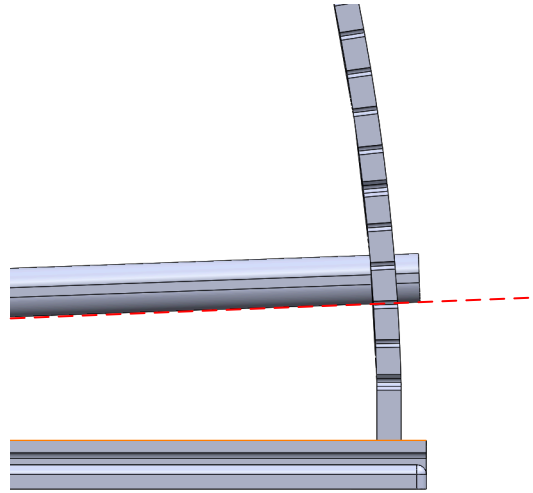

图 3-16. 量角器角度对齐
- b. 臂底边与量角器对齐，以标记角度测量，如图 3-16 所示。